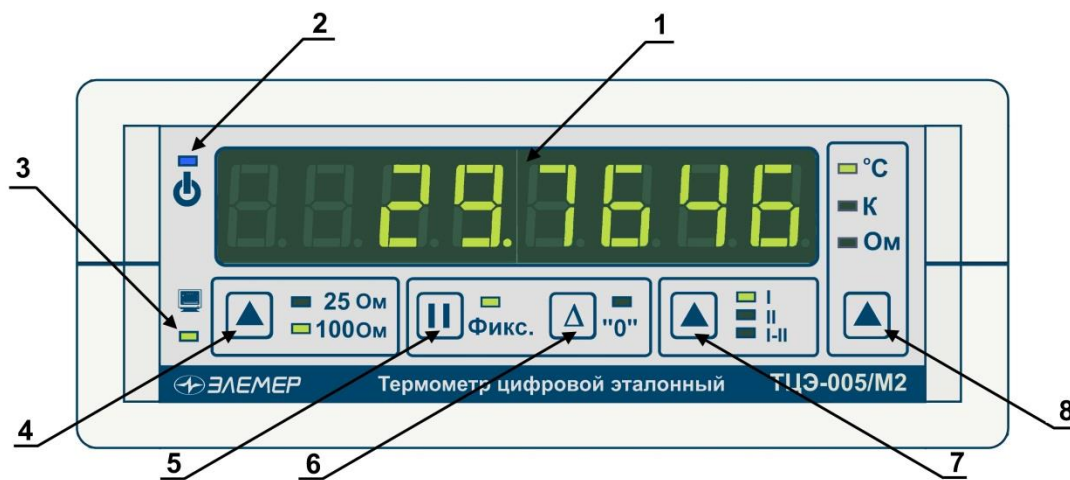

Рисунок 2.1
Параметр устанавливает номер канала для индикации измеренных значений на светодиодном дисплее. Изменение данного параметра может также осуществляться с помощью клавиатуры на передней панели (рисунок 2.1). Значения параметра: «Канал 1» (I), «Канал 2» (II), «Разность показаний» (I- II). При попытке выбрать неиспользуемый канал на дисплее кратковременно высвечивается сообщение «**notEn**».
Параметр определяет единицы измерения отображаемой на дисплее величины: градус Цельсия (°C), градус Кельвина (K), Ом (Om). Изменение данного параметра может также осуществляться с помощью клавиатуры на передней панели (рисунок 2.1).